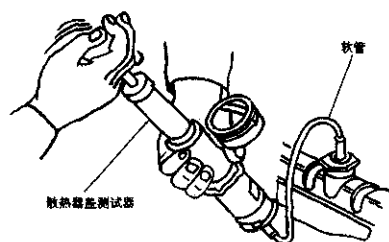

图 2-129 检查散热器是否漏水
① 将散热器加满水，然后连接上压力测试器，如图 2-129 所示。
② 推动测试器，使压力升到 118 kPa，检查压力是否下降。